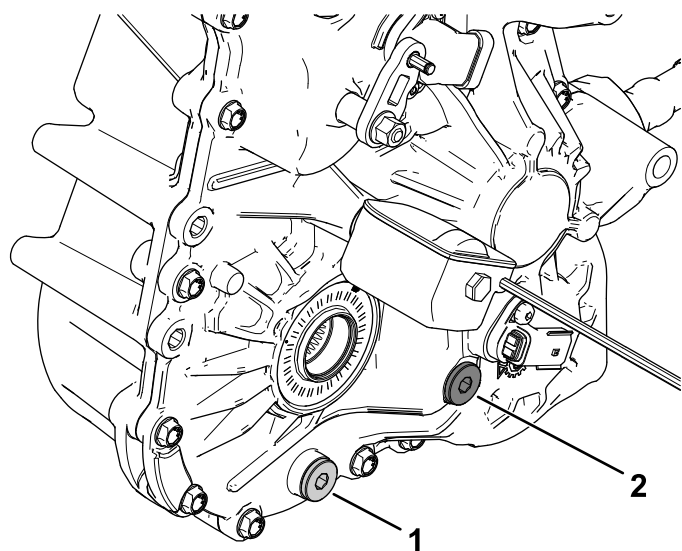

Figura 86
4. Togliete il tappo di riempimento sul transaxle (Figura 86).
5. Se il livello del fluido è basso, togliete il tappo di riempimento e aggiungete il fluido specificato finché non fuoriesce (Figura 86).
1. Allineate una bacinella di spurgo sotto il tappo di spurgo (Figura 86).
2. Togliete il tappo di riempimento (Figura 86).
3. Rimuovete il tappo di spurgo e lasciate che il fluido venga spurgato completamente (Figura 86).